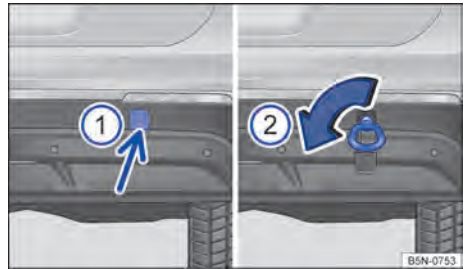

Fig. 252 No para-choque traseiro à direita: argola de reboque rosqueada.
O alojamento da argola de reboque rosqueável está localizado à direita do para-choque traseiro, atrás de uma cobertura → Fig. 252 ❶. Em *veículos com dispositivo de reboque instalado de fábrica*, atrás da cobertura **não** há um alojamento para a argola de reboque rosqueável. Para rebocar, utilizar o dispositivo de reboque → Página 319, → ❶.
- Pressionar na área inferior da cobertura ❶ (seta) para soltar o encaixe da cobertura.
- Girar a argola de reboque ❷ tão firmemente quanto possível no sentido da seta para o alojamento → ❶. Utilizar um objeto apropriado com o qual a argola de reboque possa ser rosqueada totalmente e com firmeza no alojamento.
- Após o processo de rebocagem, girar a argola de reboque para fora, no sentido contrário ao da seta, com um objeto adequado → Fig. 252 ❷.